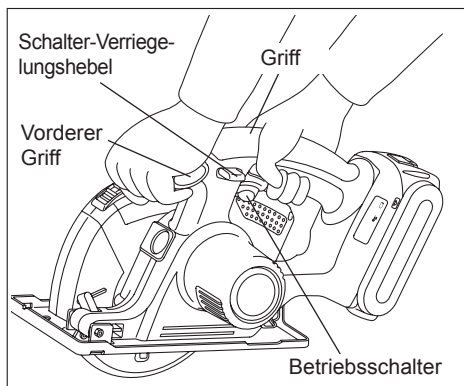

Abb. 8
Halten Sie die Maschine mit beiden Händen fest. (Siehe Abb. 8) Versuchen Sie nicht, abgeschnittenes Material bei rotierendem Sägeblatt zu entfernen.
- Die Säge stets am vorderen und hinteren Griff gleichzeitig fassen. (Siehe Abb. 8.) Halten Sie die Säge gut fest und drücken Sie den Schalter. Das Blatt sollte nicht vor Einschalten des Motors am Werkstück angesetzt werden. Warten Sie nicht, bis das Blatt die volle Drehzahl erreicht hat.